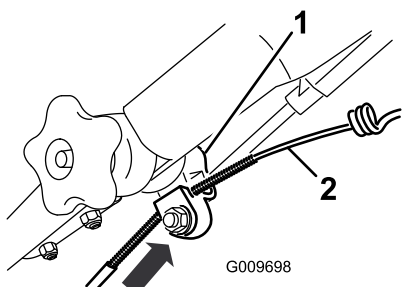

**Figura 45**
3. Tirate verso il basso la guaina del cavo fino ad eliminare l'imbando del cavo esposto (Figura 45).